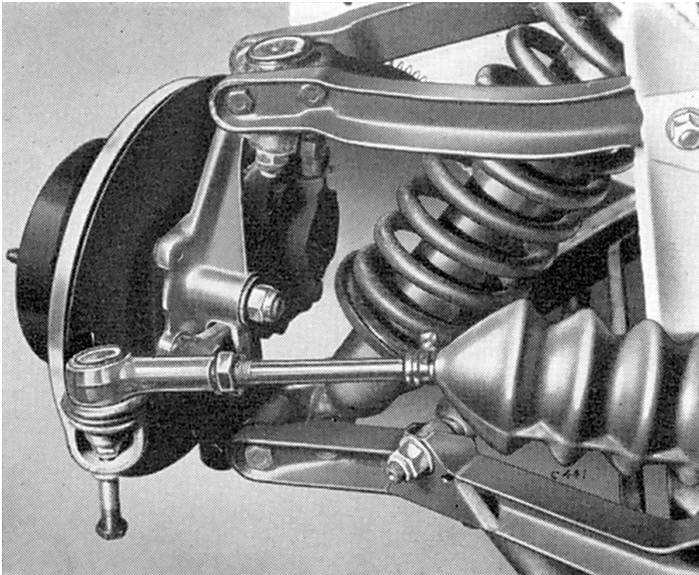

Fig. 9. Dégagement de l'extrémité de la barre d'accouplement au moyen de l'outil N° S.160
1. Enlever la vis de serrage (9) de l'accouplement (7). Débrancher du châssis le câble de masse fixé à l'autre extrémité à la pièce (28).
2. En se référant à la Fig. 9, extraire des bras de direction les extrémités de barre d'accouplement, après avoir enlevé les écrous et rondelles de fixation.